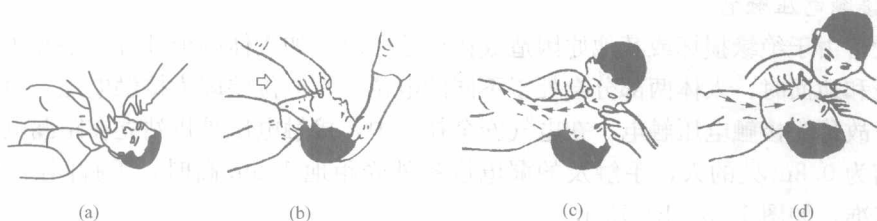

图 1-4 口对口人工呼吸法
- 2) 将触电者头偏向一侧,清除口腔中的异物(血块、痰液或吐沫),让头后仰,使口张开,保持呼吸道畅通,如图 1-4 (a)、(b) 所示。
- 3) 救护者捏紧触电者的鼻子,深吸气后,用嘴紧贴触电者嘴,大口吹气,接着放松触电者的鼻子,让气体从触电者肺部自己排出。每 5s 吹气一次,不断重复地进行,直到触电者苏醒为止,如图 1-4 (c)、(d) 所示。